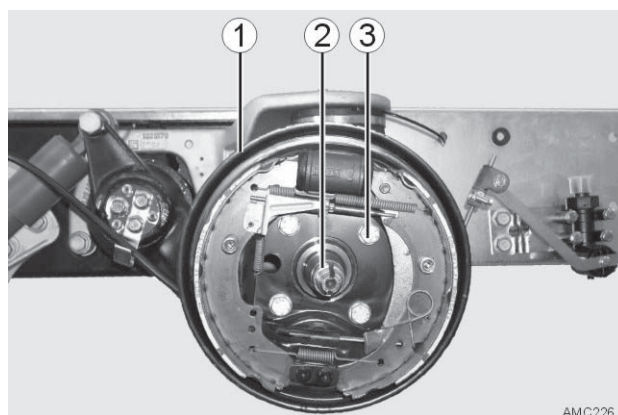

Bild 50
18. *Demontage des Bremsschildes (Bild 50 - 1) sowie des Achsstummels (Bild 50 - 2) gem. Montageanweisung des Basisfahrzeugherstellers.*
Schrauben M14x1,5x55 (Bild 50 - 3):